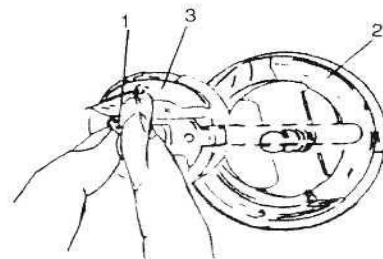

Рисунок 11
7. Установка и демонтаж ядра челнока (см. рисунок 11)